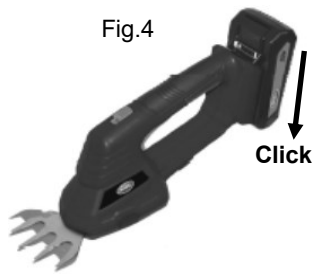

Fig. 4
4. Poussez la batterie dans le support de batterie fourni jusqu'à ce que vous entendiez le loquet s'enclencher. (Fig. 4)